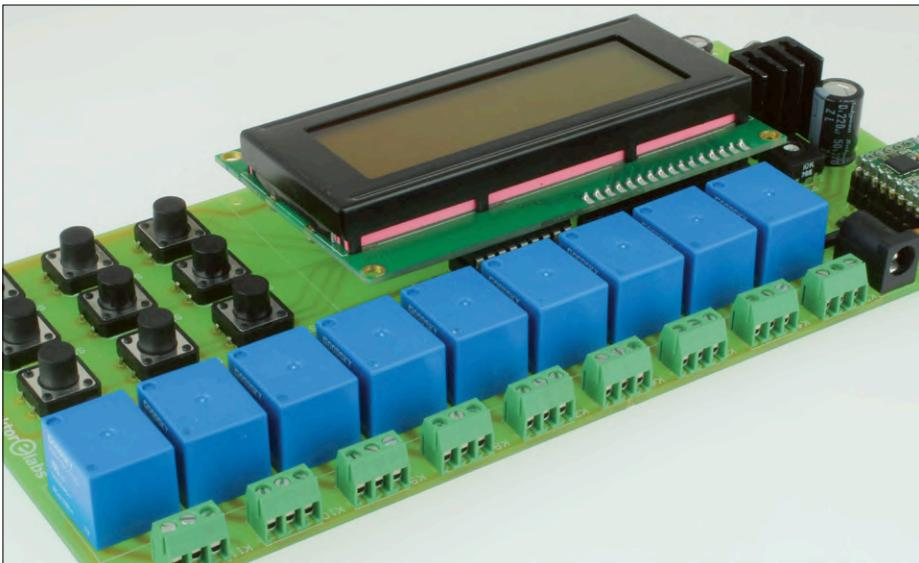

Figure 2. Chacun des neuf relais a un contact normalement ouvert (NO) et un contact normalement fermé (NC), accessibles sur un bornier à 3 broches.
régime) est d'environ 500 mA, ce qui fait qu'un bloc d'alimentation de 12 V, 6 VA CA-vers-CC devrait suffire pour alimenter la carte. Comme les relais disposent de contacts normalement ouverts (NO) et normalement fermés (NC) (**fig. 2**), les charges qui sont supposées être actives plus de 50% du temps doivent être connectées aux contacts NC pour économiser un peu d'énergie.